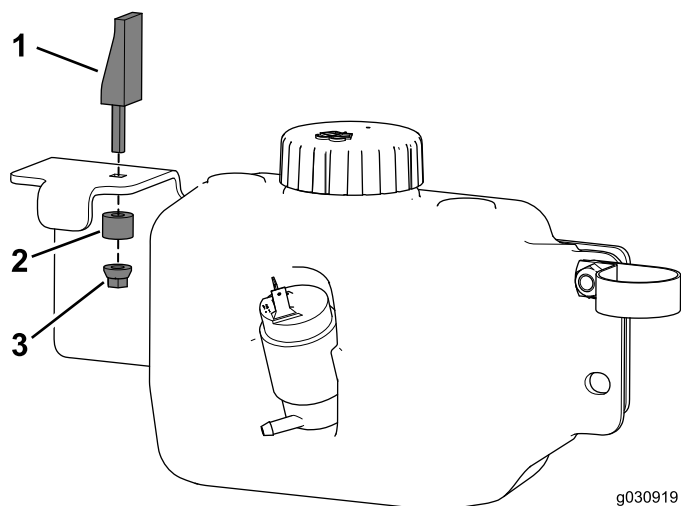

Bild 33
- Montieren Sie den Ausdehnungsriegel an der Behälterbefestigung (Bild 33).